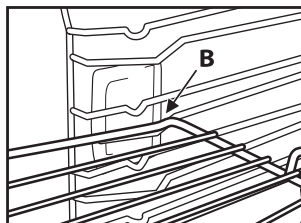

Fig. 2
2. Vrid gallret en aning i höjd med placeringen av spärren "B" (Fig. 2).